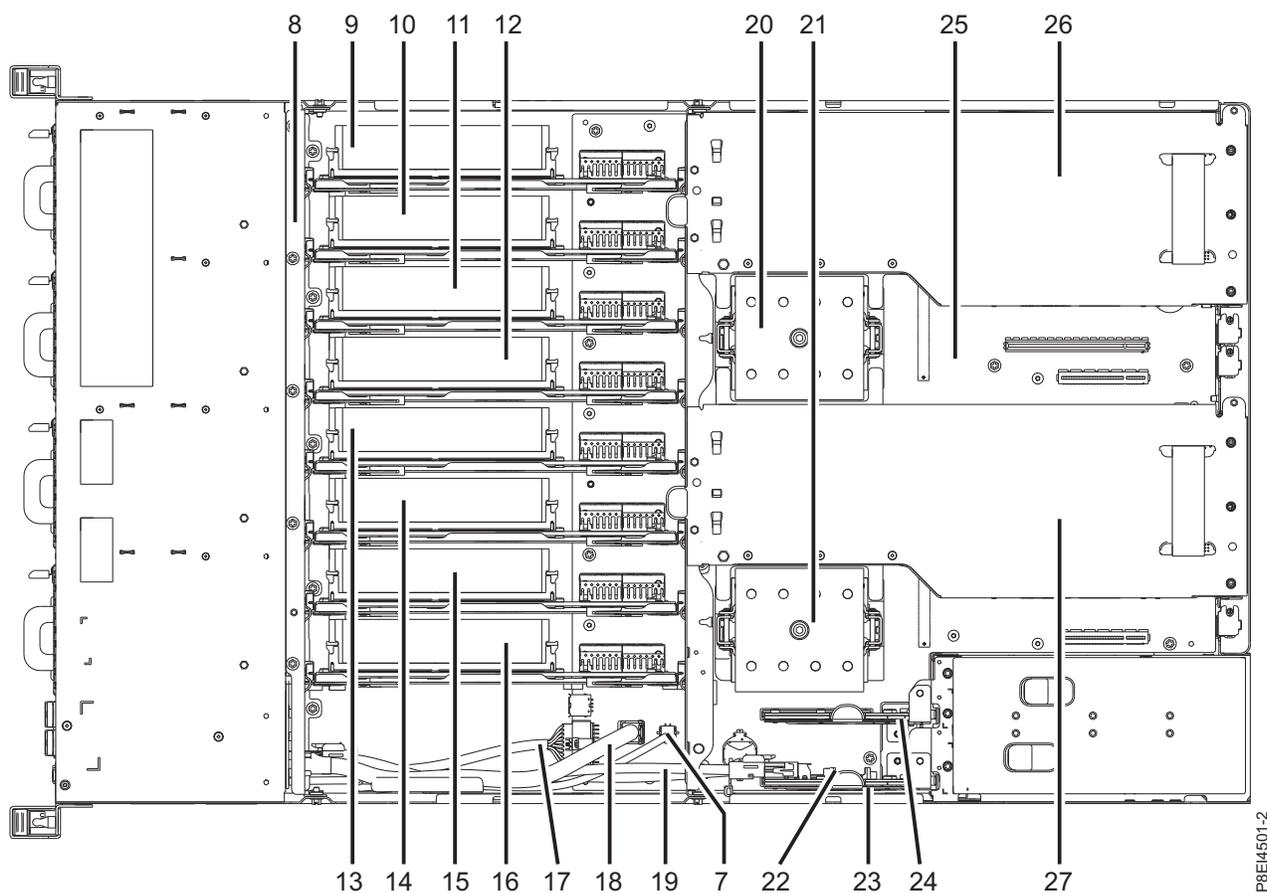

Figura 31. Localização dos risers de memória: posições 9 a 16
3. Localize o riser de memória que contém a memória DIMM com falha. Figura 31 na página 33 mostra a localização dos risers de memória no sistema 8335-GCA ou 8335-GTA e Figura 32 na página 33